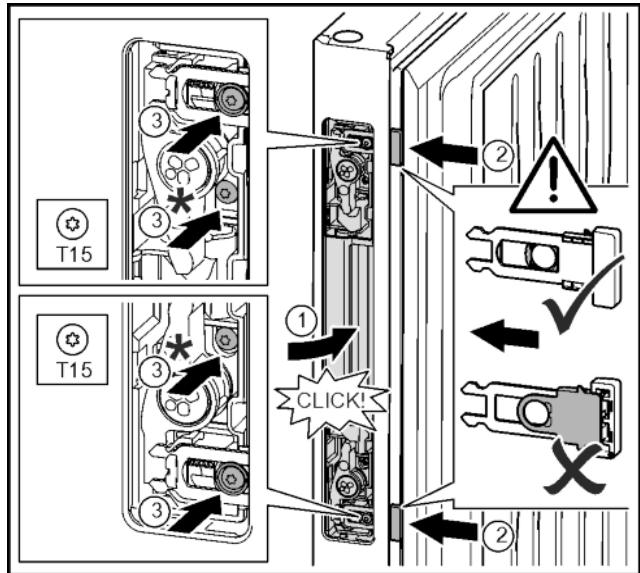

Fig. 38
- ▶ Вспомогательный механизм открывания двери вставить в отверстие с противоположной стороны и зафиксировать. Fig. 38 (1)
- ▶ По выемкам сдвинуть защелку механизма открывания двери до момента фиксации. Fig. 38 (2)
- ▶ Закрутить винты вместе с пластмассовыми выступами отверткой T15. Fig. 38 (3)